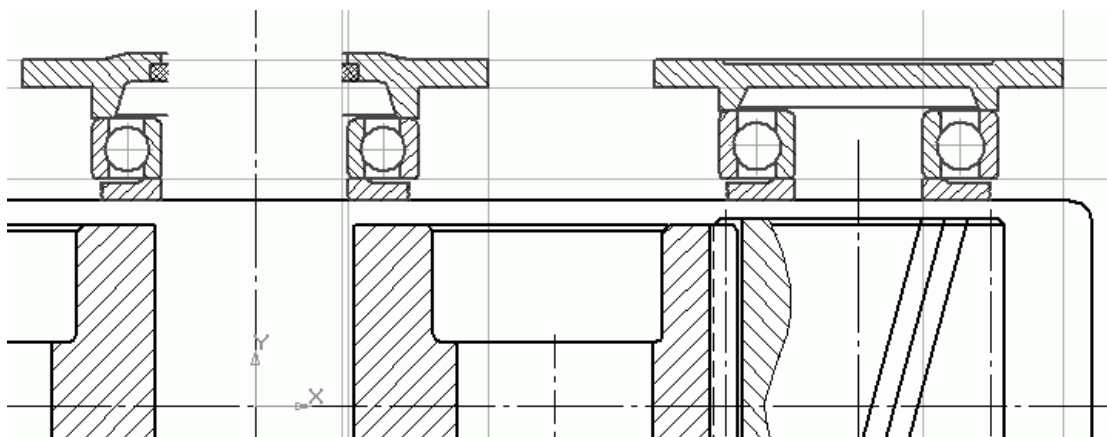

Рис. 2.92. Подшипниковые узлы ведомого и ведущего валов
– 175 мм (то есть смещать вспомогательную линию относительно оси нужно на 87,5 мм), толщина фланцев – 12 мм. После всего проделанного чертеж должен принять следующий вид (рис. 2.92).